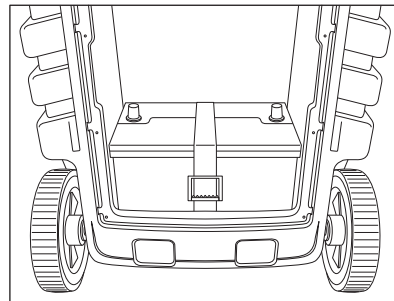

Fig. 2
- Retire el panel de la espalda baja. (Refiérase a la Fig. 2.)
- Vuelva a instalar el panel posterior. (Fig. 2)